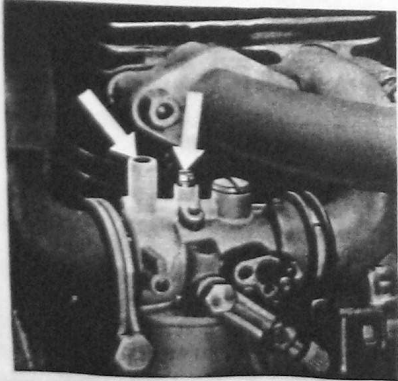

Fig. 48
1. Luftregulierschraube (Fig. 48, links) bis zum Anschlag eindrehen.
3. Leerlaufstellschraube drehen, bis der Motor die gewünschte Leerlaufeinstellung hat. (Fig. 48, rechts, zeigt die Leerlaufdüse.)
1. Screw in air regulating screw Fig. 48, left, as far as it will go.
4. Fig. 48, right, shows the idling speed jet.